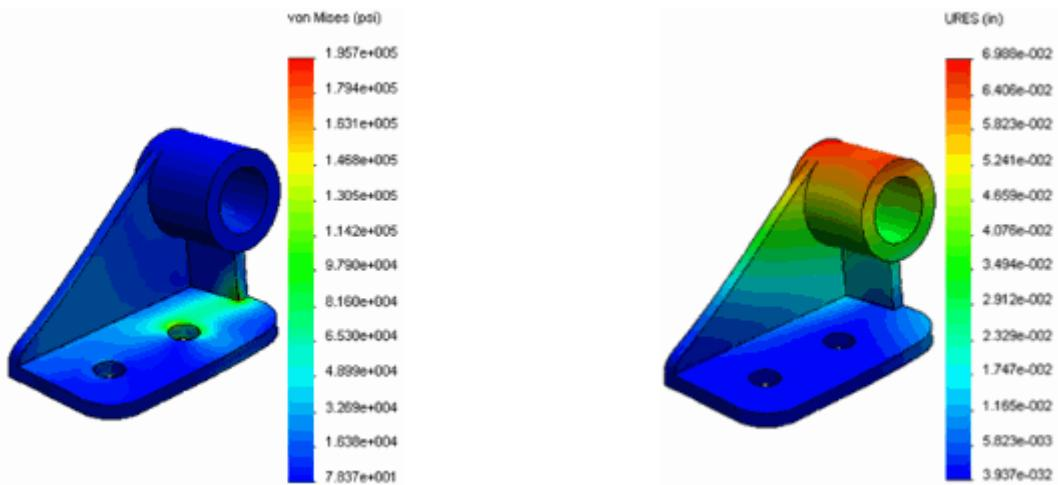

Рис. 2.2. Результати дослідження: епюри напружень і переміщень в деталі
1.3. Після завершення аналізу визначте епюру напружень по Мізесу та епюру переміщення URES (результатуюче переміщення) (рис. 2.2).